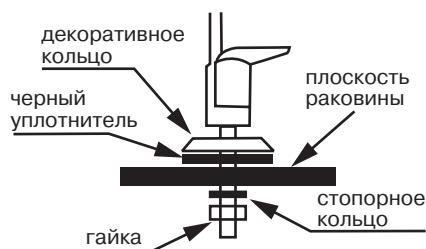

Рис. 8
Монтаж крана чистой воды производите согласно **рис. 8**. Мы рекомендуем не затягивать гайку (см. **рис. 8**) до завершения монтажа и проверки работоспособности системы, чтобы была возможность убедиться в отсутствии подтекания воды в месте соединения корпуса крана и резьбовой трубы. В комплекте с кра-
11. После заполнения бака (вы услышите, что вода больше не течет в дренаж) откройте кран чистой воды (A) и дождитесь, пока вся вода не вытечет.
12. Закройте кран чистой воды (A). Дайте баку наполниться во второй раз. Этот процесс займет около 2 часов. Затем слейте воду из бака.
16. Убедитесь в отсутствии протечки внизу корпуса крана чистой воды, затяните гайку крана (**рис. 8**).